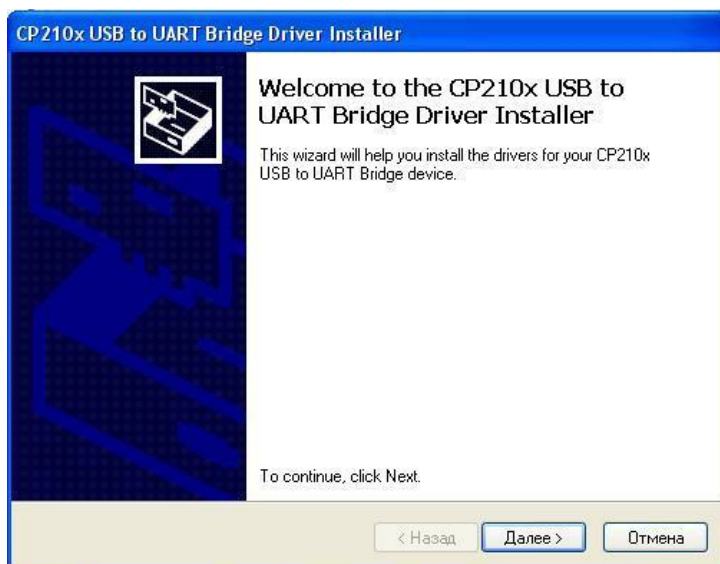

Рис. 50
2. Установить драйверы моста USB-UART CP2102 из дистрибутива CP210x_VCP_Windows.zip (последнюю версию можно загрузить с сайта <http://www.silabs.com/products/mcu/Pages/USBtoUARTBridgeVCPDrivers.aspx>). Распаковать архив CP210x_VCP_Windows.zip. Запустить инсталлятор CP210xVCPInstaller_x86.exe. Далее следовать инструкциям программы-инсталлятора (Рис. 50, 51).